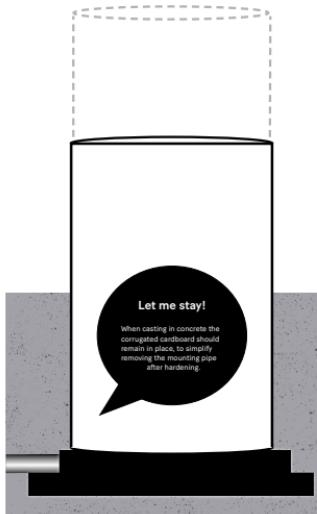

Bild 4
4. Beim Eingießen in Beton muss die Unterseite des Sensoradapters mit Klebeband oder Ähnlichem abgedichtet werden, um zu verhindern, dass Beton eindringt und den Adapter und das Schutzrohr füllt. Lassen Sie die Wellpappe (Bild 4) an Ort und Stelle, um das Entfernen des Montagerohrs nach dem Aushärten zu erleichtern.